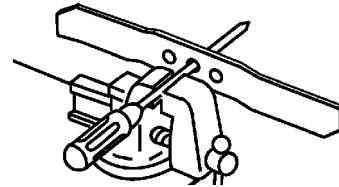

Bild 22
1. Kontrollieren Sie die Wucht des Messers, indem Sie das mittlere Loch im Messer über einen Nagel oder einen Schraubenzieherstiel hängen, den Sie horizontal in einen Schraubstock einklemmen (Bild 22).